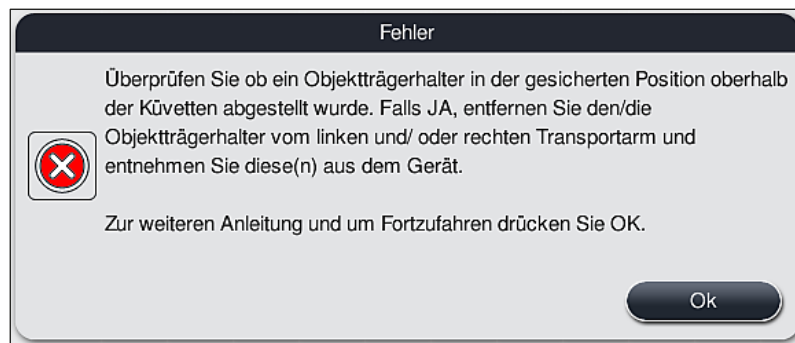
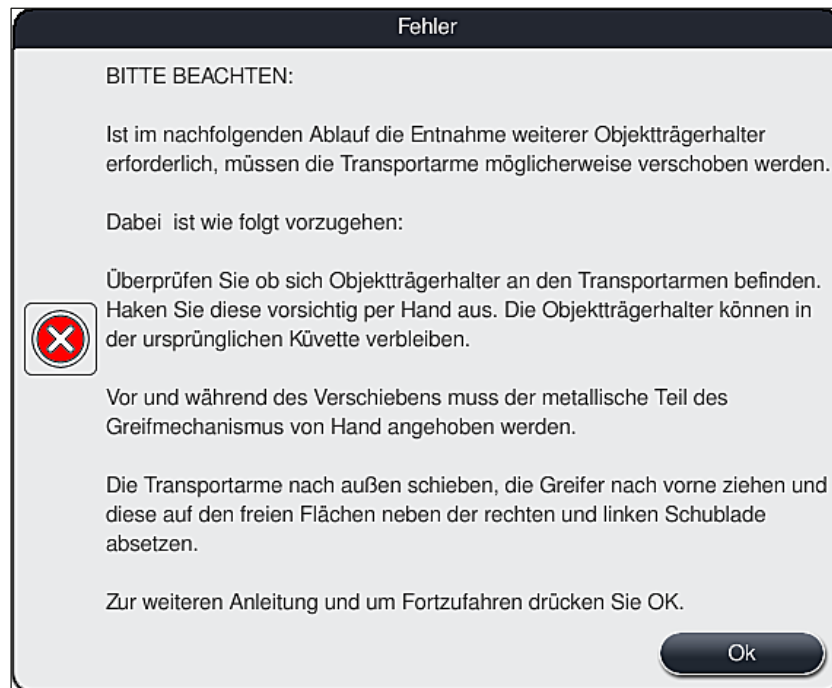

Abb. 110
Abb. 111
2. Anschließend an diese Meldung wird der Benutzer aufgefordert zu überprüfen (→ "Abb. 110"), ob das Gerät einen oder zwei Objektträgerhalter in eine sichere Position zwischen zwei Reagenzienküvetten abgestellt hat (→ "Abb. 106").
3. Durch Drücken der Taste **Ok** (→ "Abb. 110") erscheint eine weitere Meldung (→ "Abb. 111"), welche den Benutzer eine Anleitung über die richtige Vorgehensweise gibt, wie die betreffenden Objektträgerhalter zu entfernen sind.